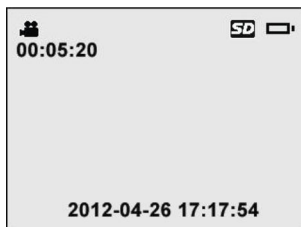

Рис. 21
***ЗАМЕЧАНИЕ:** перед выполнением видеозаписи под пиктограммой видеокамеры указывается время, которое зависит от объема свободной памяти видеоустройства (рис.21).*